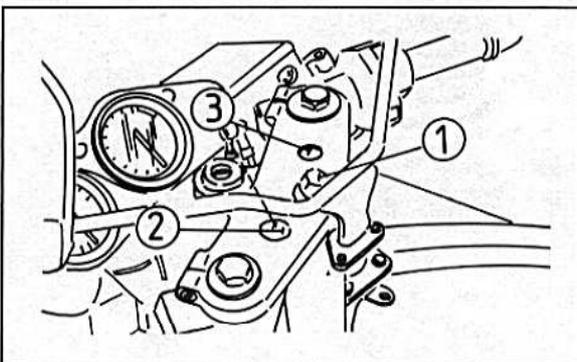

Bild 314
- Die Schrauben (Lenkernaben) lösen (Bild 314).